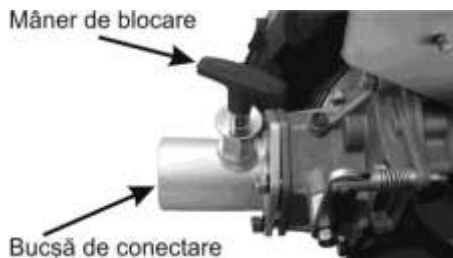

Fig. 31
4. Trageți mânerul de blocare și introduceți părțile conectoriale ale accesoriilor în orificiul bușei de conectare a accesoriilor. Când părțile conectoriale sunt introduse, apăsați mânerul de blocare. Învârtiți accesoriile ușor și asigurați-vă că tija intră în orificiul părților de conectare ale accesoriilor. Vezi Fig.31